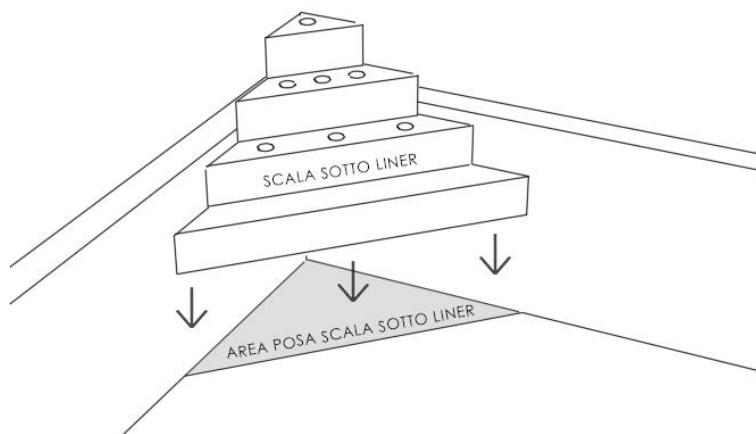

Abbildung 2 – Verlegeleiter unter der Folie
30. Stellen Sie das Treppenhaus in der Entwurfsposition dar und überprüfen Sie die Koplanarität der Treppe mit den Wänden des Pools, indem Sie den rechten Winkel um 90° überprüfen (siehe Abbildung 2).